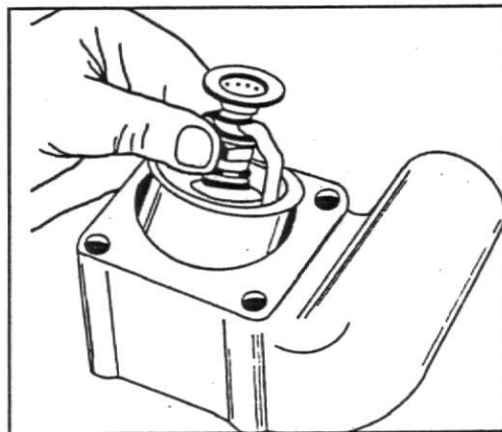

Fig. 5
1. Retire a tampa superior do alojamento da válvula termostática e os restos de junta entre a tampa e o alojamento. Remova a válvula, fig.5.